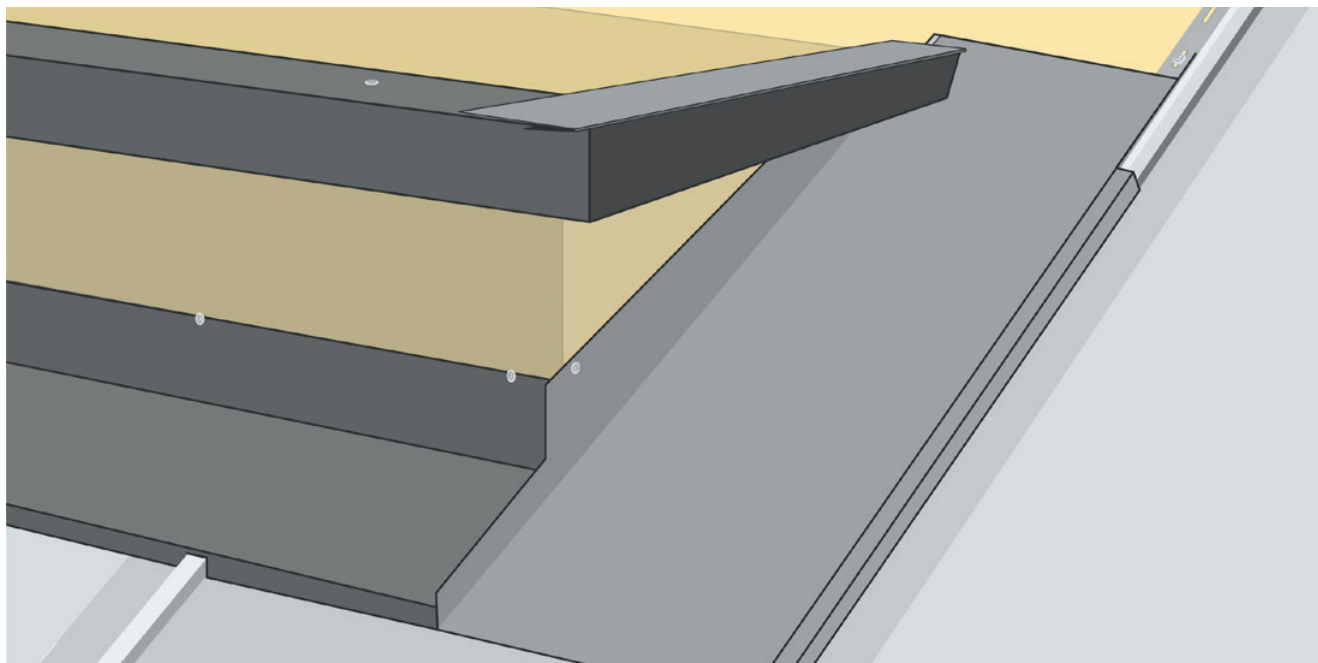

Рисунок 7
7. Установите Карнизную планку фальц на карниз и торцы ската дормера. На стыках планок сделайте подгиб края одной из планок, чтобы угол выглядел эстетично (Рис. 7).